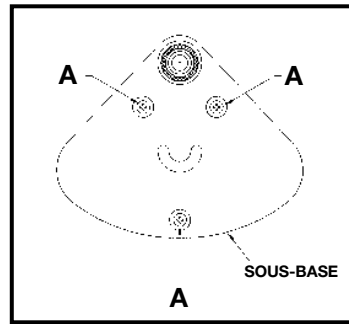

Fig. 8
3. Utilisez un tournevis à empreinte cruciforme pour déposer les trois vis de montage de la sous-base (A) Fig. 8 depuis la base et retirez la sous-base.